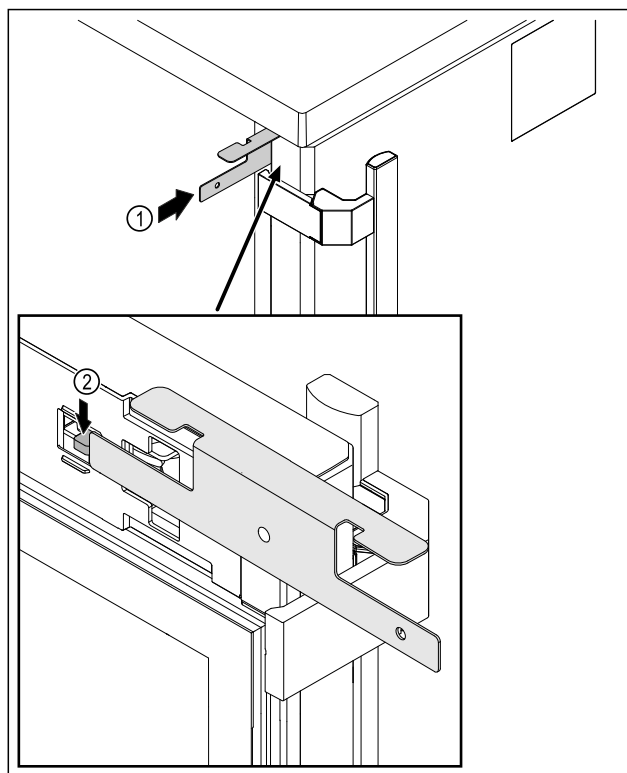

Fig. 218
- Kľúč na núdzové odomknutie Fig. 218 (1) zasuňte medzi dvere a teleso zariadenia.
- Potlačte hák zámku Fig. 218 (2) smerom k závesu.